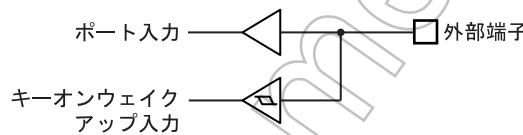

図 15-2 キーオンウェイクアップ入力とポート入力
- 注 3) キーオンウェイクアップ入力とポート入力は入力回路が別系統となりますので、入力電圧のしきい値がそれぞれ異なります。従って STOP モード起動前にポート入力によって確認した値は、キーオンウェイクアップ入力の検出レベルと異なる場合があります。（図 15-2）